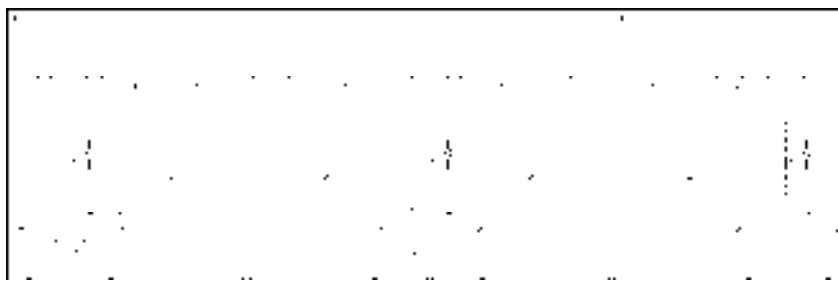

图 14-58 复制结果
- 3) 调用“复制”命令，移动复制修改完成的楼梯图形至其他楼梯间，结果如图 14-58 所示。